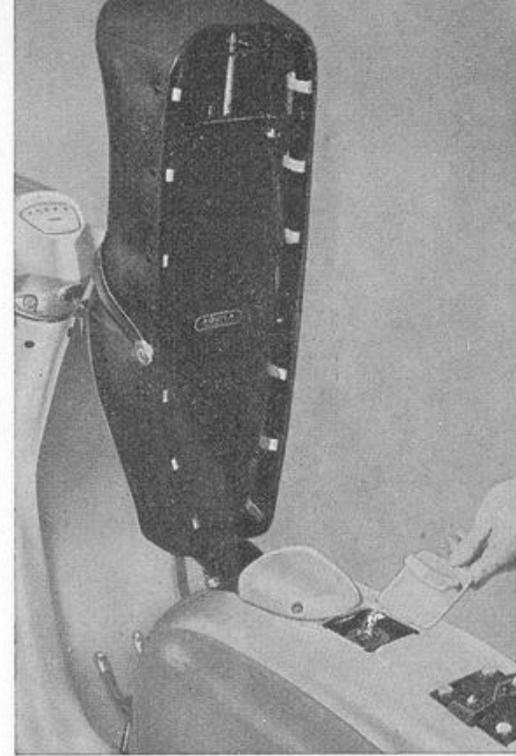

Fig. 8
- ribaltare il sellone in avanti e aprire lo sportello sulla costola centrale (fig. 8).